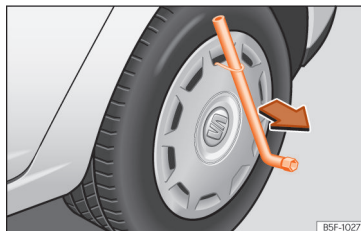

Fig. 185 Retire o tampão integral.
- Introduza a chave de roda através do gancho, apoie-a no pneu e retire o embelezador »» **Fig. 185**.